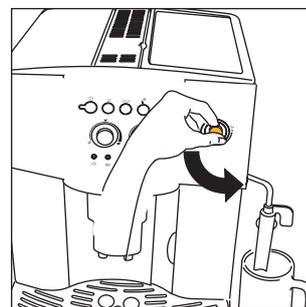

Fig.5
3. **TOUT DE SUITE APRÈS, DANS LES 30 SECONDES**, tournez complètement la manette vapeur en sens inverse des aiguilles d'une montre (fig. 5) (il est normal que la machine fasse du bruit).
- Tournez le robinet vapeur d'un demi-tour en sens inverse des aiguilles d'une montre (fig. 5) : l'eau chaude sortira de la buse à cappuccino et commencera à remplir la tasse.
- Tournez complètement le robinet vapeur en sens inverse des aiguilles d'une montre (fig. 5) et laissez sortir un peu d'eau ou de vapeur pendant quelques secondes. Cette opération permet de vider le lait qui serait resté à l'intérieur du tuyau vapeur. **IMPORTANT :** Par mesure d'hygiène, il est recommandé de toujours exécuter cette opération, afin d'éviter que le lait ne stagne dans les circuits intérieurs de la buse à cappuccino.